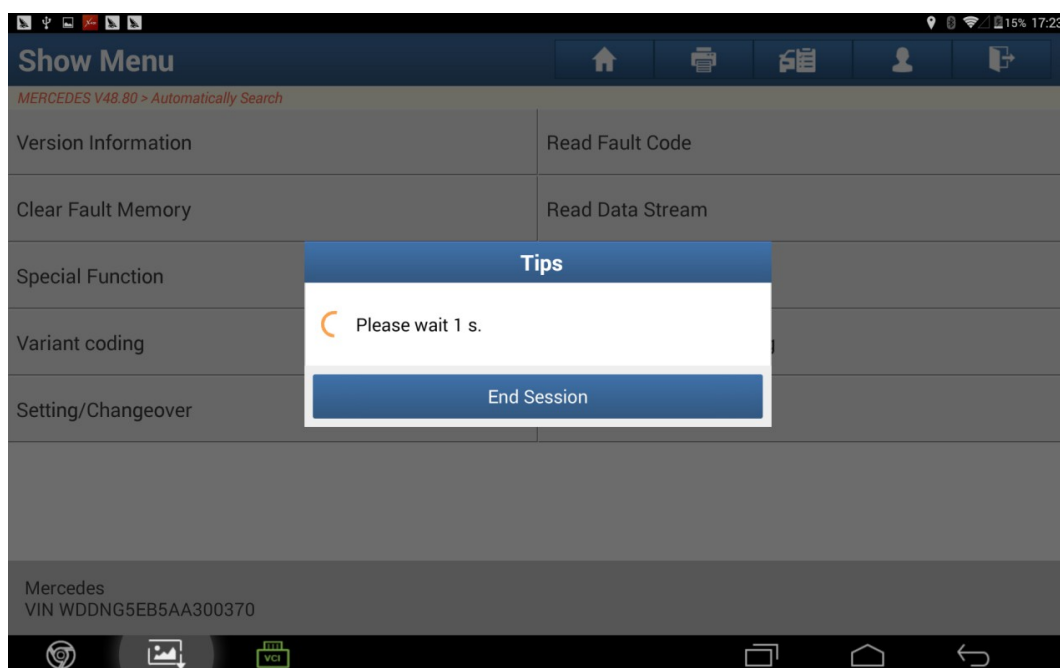

Fig. 22
22. Eseguire la funzione di codifica dopo aver cliccato su “Conferma”. Verrà mostrato il tempo di attesa. Vedere Fig. 22;